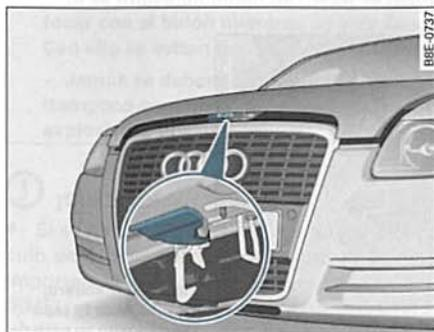

Fig. 211 Tirador de apertura por debajo del capó
- Presione hacia arriba la palanca que hay debajo del capó ⇒ fig. 211. Al hacerlo, el gancho de sujeción queda desbloqueado.